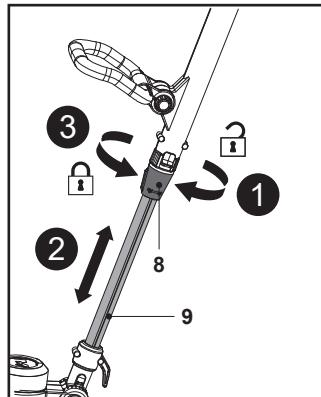

Fig. 5
1. Afloje el manguito de bloqueo (8) hacia la derecha (Fig. 5, paso 1).
2. Tire de la parte inferior de la barra (9) hacia fuera o empújela para ajustar la longitud deseada (Fig. 5, paso 2).
3. Apriete el manguito de bloqueo (8) hacia la izquierda (Fig. 5, paso 3).